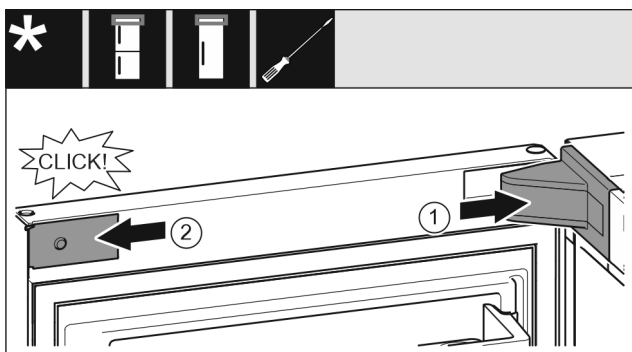

Fig. 22
- ▶ Monter lagerblokkdekselet Fig. 22 (1) og smekk det på plass, og skyv det forsiktig fra hverandre om nødvendig.
- ▶ Plasser dekselet Fig. 22 (2) på siden og smekk det på plass.